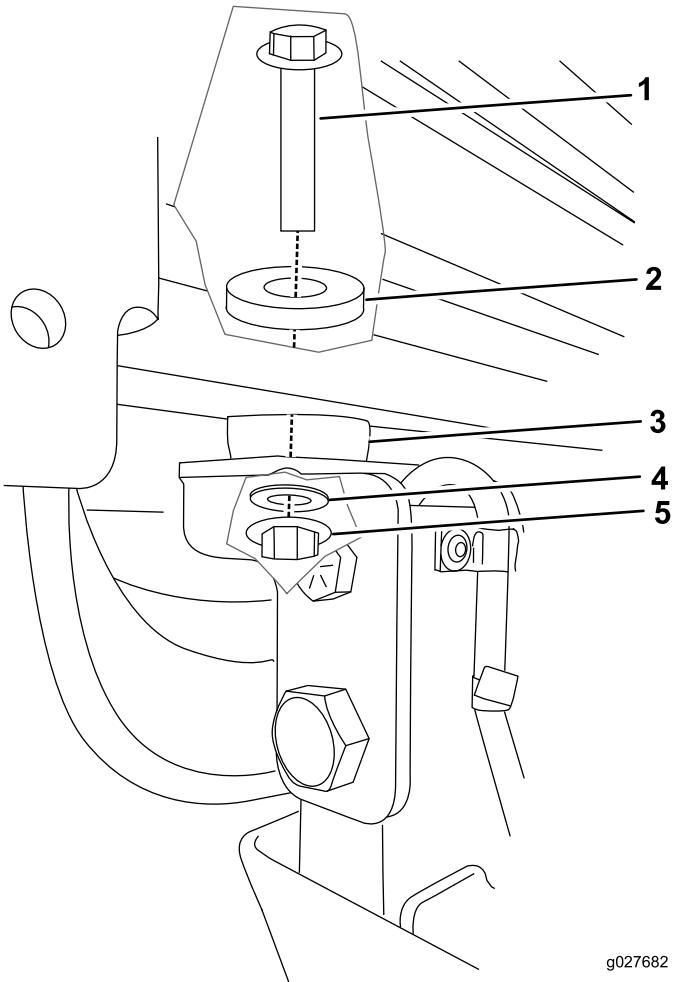

Bild 66
7. Befestigen Sie die Kabine an jeder Befestigungsstelle mit einer Schraube (1/2 x 3 Zoll), Stahlscheibe, Gummischeibe und Mutter (1/2 Zoll) an der Maschine (Bild 66).